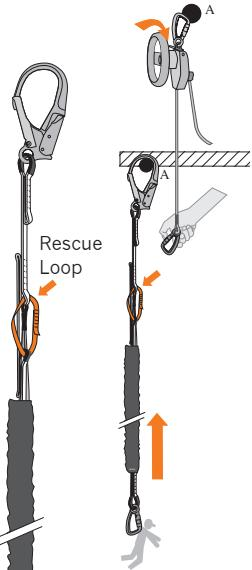

Abb. 4
- + Ausgangslänge des Falldämpfers (vgl. l, Abb. 4, 5)
Rettung mit Rescue Loop (nur bei SHOCKYARD und SHOCKYARD FLEX, vgl. Abb. 4, 5)
- + original length of energy absorber (cf. l, Figs. 4, 5)
Rescue Loop (for SHOCKYARD and SHOCKYARD FLEX energy absorbers only; cf. Figs. 4, 5)
- + longueur de déploiement de l'absorbeur d'énergie (cf. l, fig. 4, 5)
Sauvetage avec Rescue Loop (uniquement avec SHOCKYARD et SHOCKYARD FLEX, vgl. fig. 4, 5)
- + Longitud inicial del amortiguador de caídas (véase l, fig. 4, 5)
Salvamento con Rescue Loop (solo SHOCKYARD y SHOCKYARD FLEX, véase la fig. 4, 5)